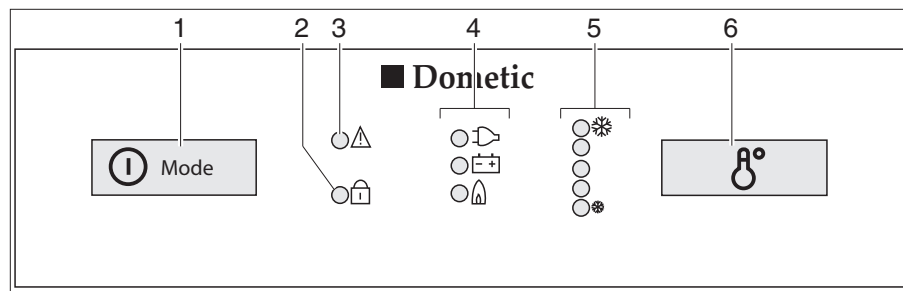

Bild 134 Bedienelemente für den Kühlschrank (Dometic 8er-Reihe mit MES)
- Den Einschalter/Energie-Wahlschalter (Bild 134,1) 2 Sekunden lang drücken, um das Gerät einzuschalten. Die LED der zuletzt gewählten Betriebsart leuchtet auf.
- Ggf. den Einschalter/Energie-Wahlschalter (Bild 134,1) mehrmals kurz drücken, bis die Betriebsanzeige Gas "🔥" aufleuchtet. Die Gaszufuhr ist geöffnet. Der Zündvorgang erfolgt automatisch. Ein tickendes Geräusch ist hörbar, bis der Zündvorgang erfolgreich abgeschlossen ist.
- Die Kühltemperatur mit dem Schalter für die Temperatureinstellung (Bild 134,6) einstellen.
- Ggf. den Einschalter/Energie-Wahlschalter (Bild 134,1) mehrmals kurz drücken, bis die Betriebsanzeige 230 V "⚡" aufleuchtet.
- Ggf. den Einschalter/Energie-Wahlschalter (Bild 134,1) mehrmals kurz drücken, bis die Betriebsanzeige 12 V "⊕-⊖" aufleuchtet.